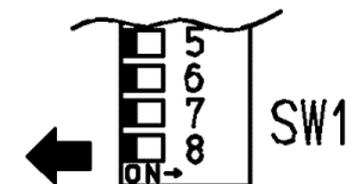

Fig. 5
14. Coloque el interruptor N.8 del bloque SW1 en posición 'OFF' para configurar el aparato en "régimen de funcionamiento normal" (Fig. 5).